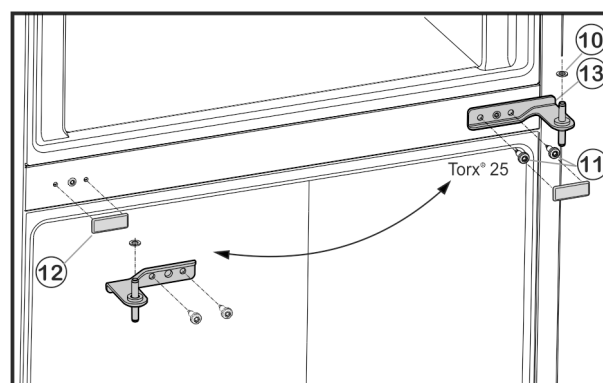

Fig. 6
- ▶ Открутите крепежные винты Fig. 6 (11) (2 шт. Torx® 25) и извлеките средний опорный кронштейн из нижней дверцы.
- ▶ Снимите пластиковую шайбу Fig. 6 (10).
- ▶ Осторожно снимите крышку Fig. 6 (12).
- ▶ Установите крышку Fig. 6 (12) на противоположной стороне.
- Вставьте средний опорный кронштейн Fig. 6 (13) с поворотом на 180° в нижнюю дверцу и прикрутите с помощью крепежных винтов Fig. 6 (11) (2 шт. Torx® 25) на новую сторону шарнира (**с моментом 4 Нм**).
- Снова установите пластиковую шайбу Fig. 6 (10).
- Установите верхнюю дверцу на средний опорный кронштейн Fig. 6 (13).